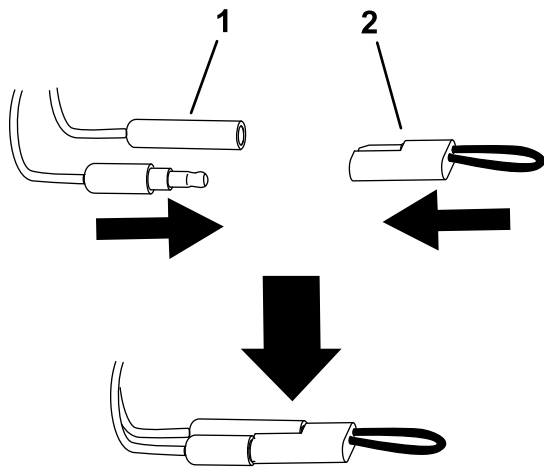

Figura 10
6. Desconecte los conectores de calibración e instale los tapones en los conectores (Figura 10).